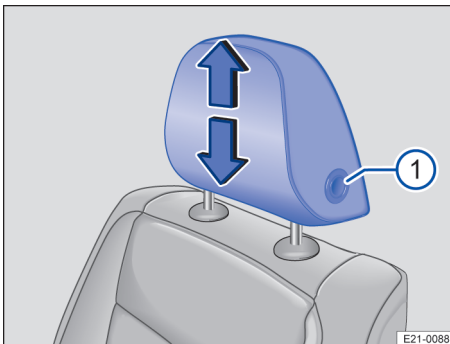

Fig. 75 Primul rând de scaune: Reglarea tetierei.
1. Împingeți tetiera în sus sau în jos, menținând butonul → fig. 75 ① apăsat.